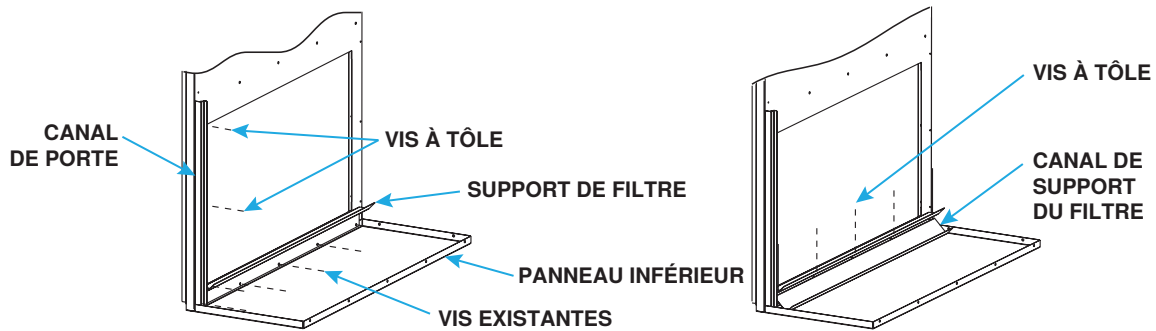

Figure 16. Installer le canal de porte, le panneau inférieur, le support de filtre et le canal de support de filtre
1. Installez le canal de porte, le panneau inférieur, le support de filtre et le canal de support de filtre tel qu'illustré à la **Figure 16** :